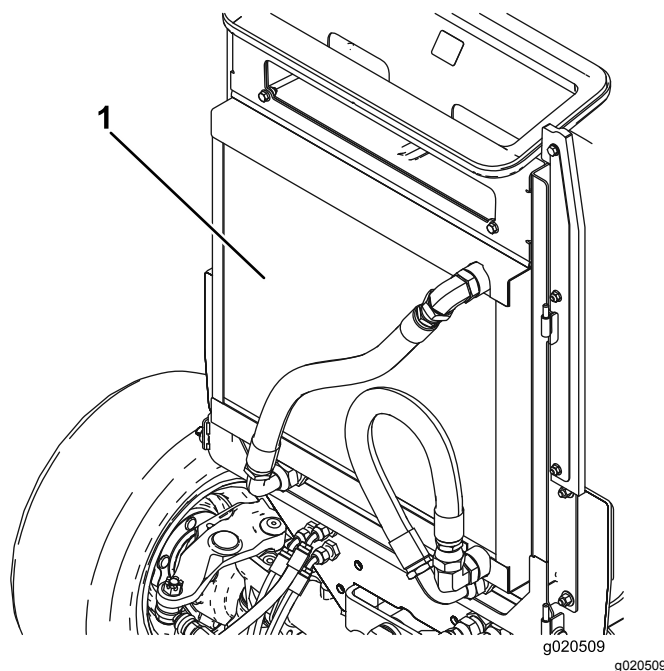

**Figure 50**
2. Nettoyez soigneusement les deux côtés du radiateur/refroidisseur d'huile (Figure 50) à l'air comprimé. Commencez par l'avant et soufflez les débris vers l'arrière. Nettoyez ensuite en soufflant de l'arrière vers l'avant. Répétez cette